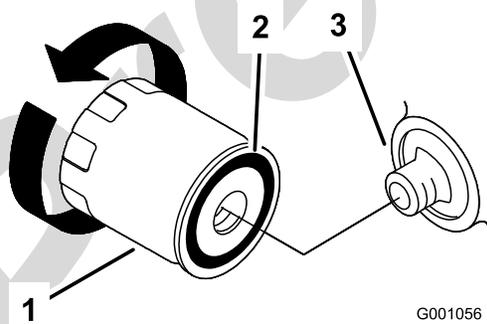

Рисунок 49
2. Снимите старый фильтр и протрите поверхность прокладки переходника фильтра (Рисунок 49).
5. Нанесите тонкий слой свежего масла на резиновую прокладку нового фильтра (Рисунок 49).
6. Установите сменный масляный фильтр на переходник фильтра, поверните масляный фильтр по часовой стрелке, пока резиновая прокладка не войдет в контакт с переходником фильтра, после этого затяните фильтр, повернув его еще 2/3 – 1 оборот (Рисунок 49).